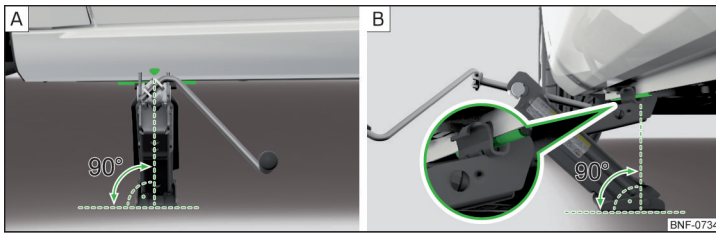

Abb. 155 Wagenheber ansetzen
- › Die Grundplatte des Wagenhebers mit der gesamten Fläche auf einem geraden Untergrund stellen, sodass sich der Heber in senkrechter Position zum Aufnahmesteg befindet » Abb. 155 - [A].
- › Den Wagenheber mit der Kurbel so weit hoch drehen, bis die Klaue des Hebers den Steg umfasst » Abb. 155 - [B].